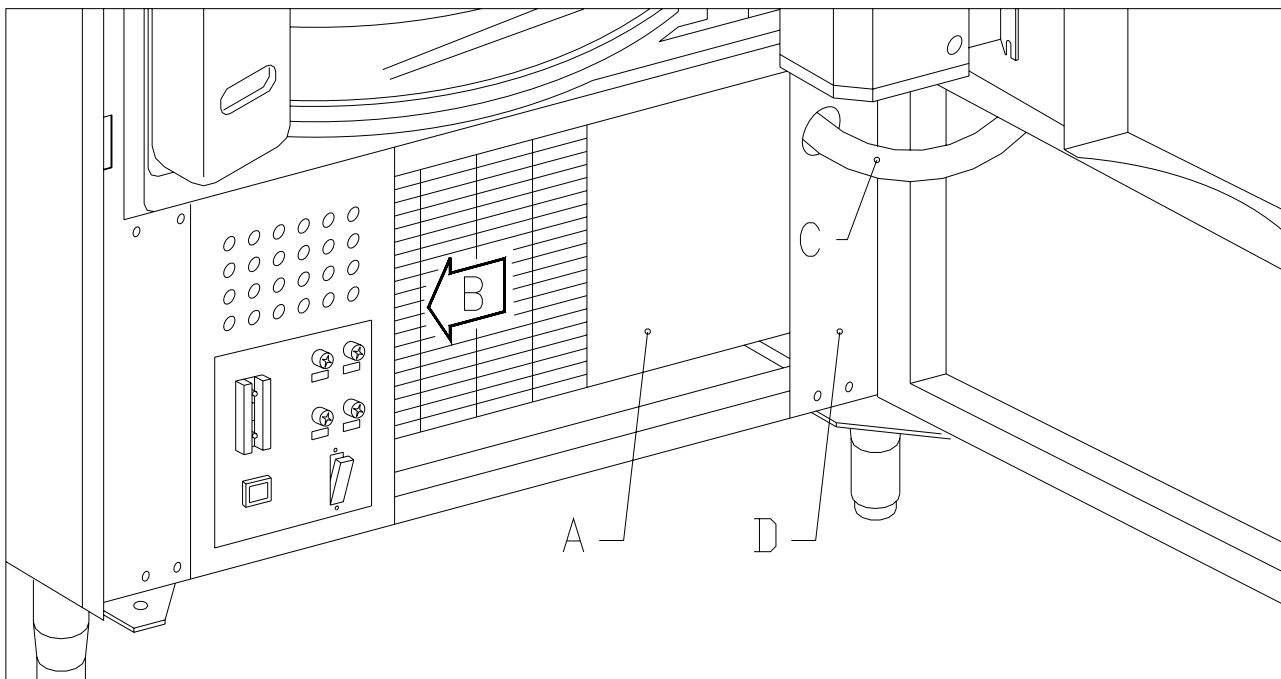

Abb. 18
- Das vordere Schutzblech des Kühlaggregates A ABB. 18 entfernen, indem man die Befestigungsschrauben und die Handräder löst;
- Den Anschluß des Versorgungssteckers für das Kühlaggregat B ABB. 18 unterbrechen (rechts auf der Tafel);
- Anschluß des Kabels unterbrechen, das zur Kühlaggregatsonde C ABB. 18 gehört.
- Schrauben Sie das Winkelstück unten rechts ab (D Abb.18).